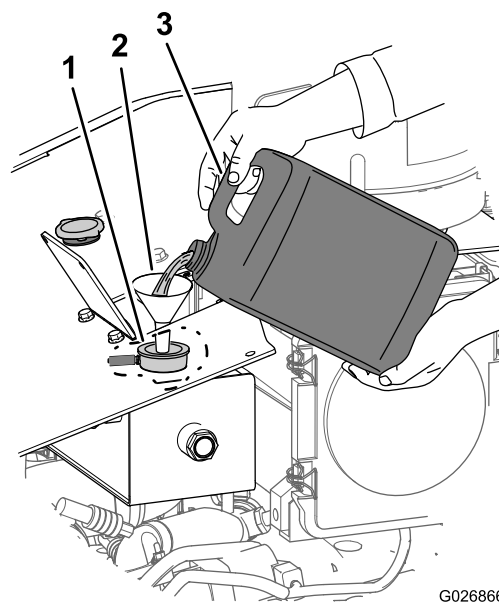

Figura 110
2. Llene el sistema de refrigeración con la mezcla de refrigerante especificada (Figura 110) hasta que el nivel de fluido llegue a la mitad de la mirilla (Figura 103).